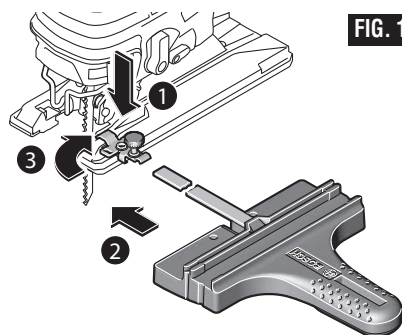

FIG. 13
3. Placez le(s) bouton(s) de verrouillage du côté approprié de la bride ou des brides de fixation, puis serrez à fond le(s) bouton(s) sur la bride ou les brides de fixation (Fig. 13).
3. Serrez fermement le(s) bouton(s) de verrouillage sur la ou les bride(s) de fixation (Fig. 13).
8. Placez le(s) bouton(s) de fixation du côté approprié de la bride ou des brides de fixation, et serrez fermement le(s) bouton(s) de verrouillage sur la ou les bride(s) de fixation (Fig. 13).